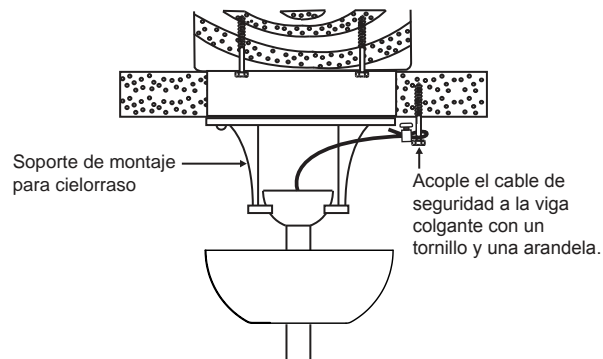

Fig. 10
**Paso 1.** Acople el tirafondos y las arandelas proporcionados con la viga del techo junto al soporte de montaje, pero no ajuste. (Fig. 10)